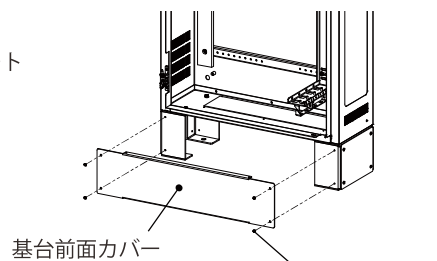

図8
4. 基台前面カバーの取付ねじ M4×8(4か所)を取り外し、基台前面カバーを取り外してください。(図8)